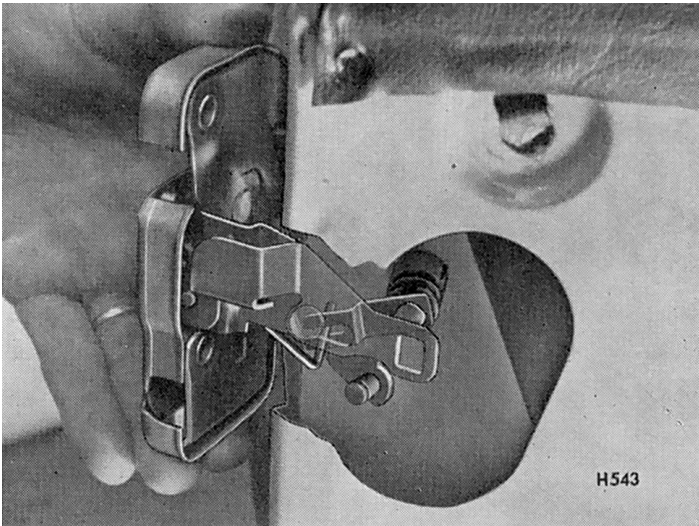

Fig. 39. Reprise de la serrure de sécurité (Spitfire Mk. 2 and 3)
- (a) S'assurer que le circlip (64) est en place, puis insérer le barillet dans l'orifice du panneau de portière avec la fourchette de commande inclinée vers la face de fermeture (Fig. 39), puis l'enfoncer fermement pour le mettre en place.